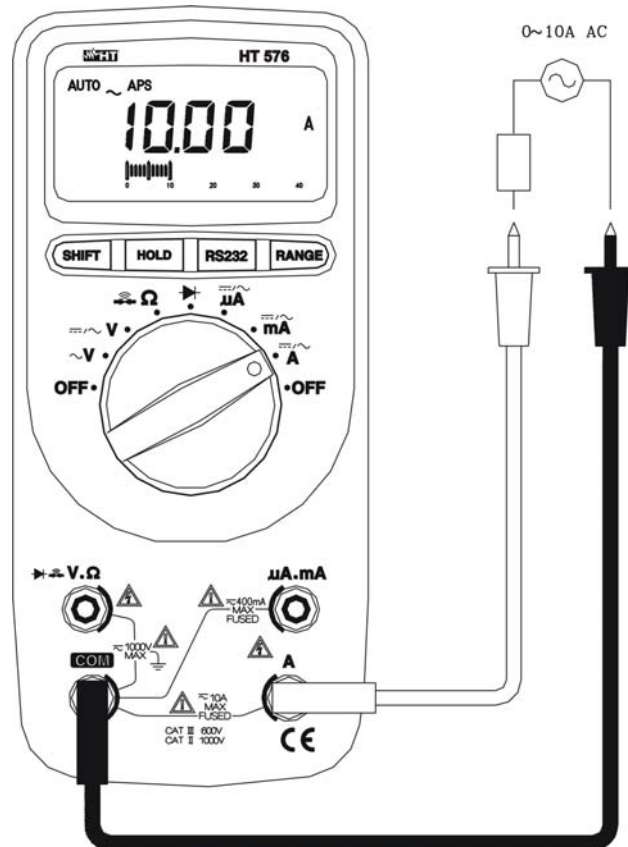

Abb. 8: AC TRMS Strommessung
2. Verbinden Sie die rote Messleitung mit der A Buchse und die schwarze in die COM Buchse (Abb. 8).